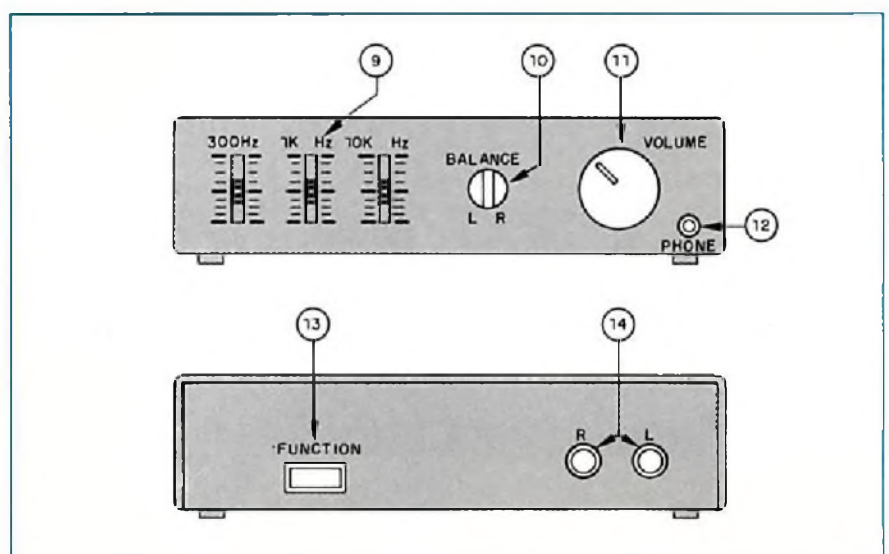

Figura 3
ções são identificadas na figura 3. Três potenciômetros deslizantes (9) atenuam e reforçam três faixas de frequências (300 Hz, 1 kHz, e 10 kHz) permitindo assim ajustar a reprodução as características do ambiente e ao gosto do ouvinte.